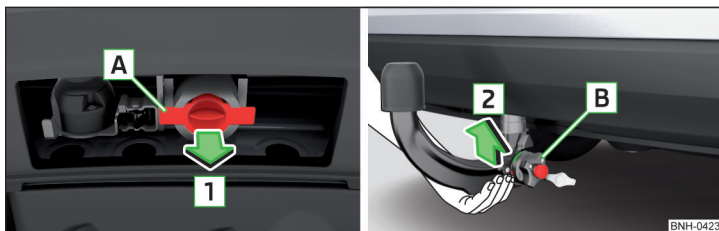

Fig. 221 Scoaterea clapetei pentru locul de fixare/introducerea tije cuplei
- » Pentru **pregătirea montării**, scoateți clapeta de la locul de fixare **A**, în sensul săgeții **1** » fig. 221.
- » Pentru **montare**, apucați tija cuplei **de jos** » fig. 221.
După demontarea tije cuplei, montați clapeta pentru locașul de fixare **A** în sens opus săgeții **1** » fig. 221 la pagina 192.